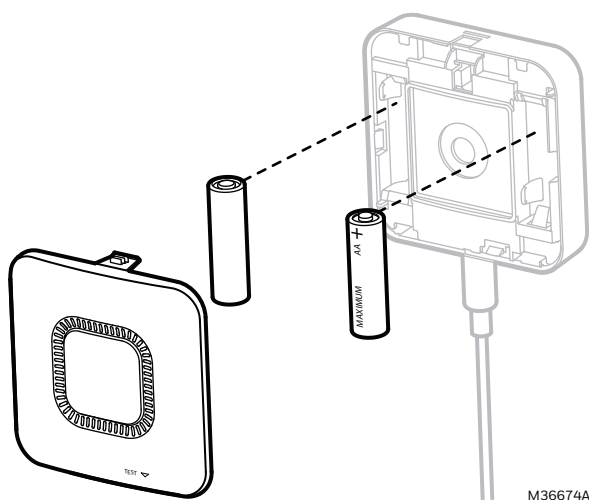

Fig. 1. Inserte las baterías.
2. Inserte el enchufe del cable en el conector, en la parte inferior del detector de fugas. Consultar la Fig. 1.